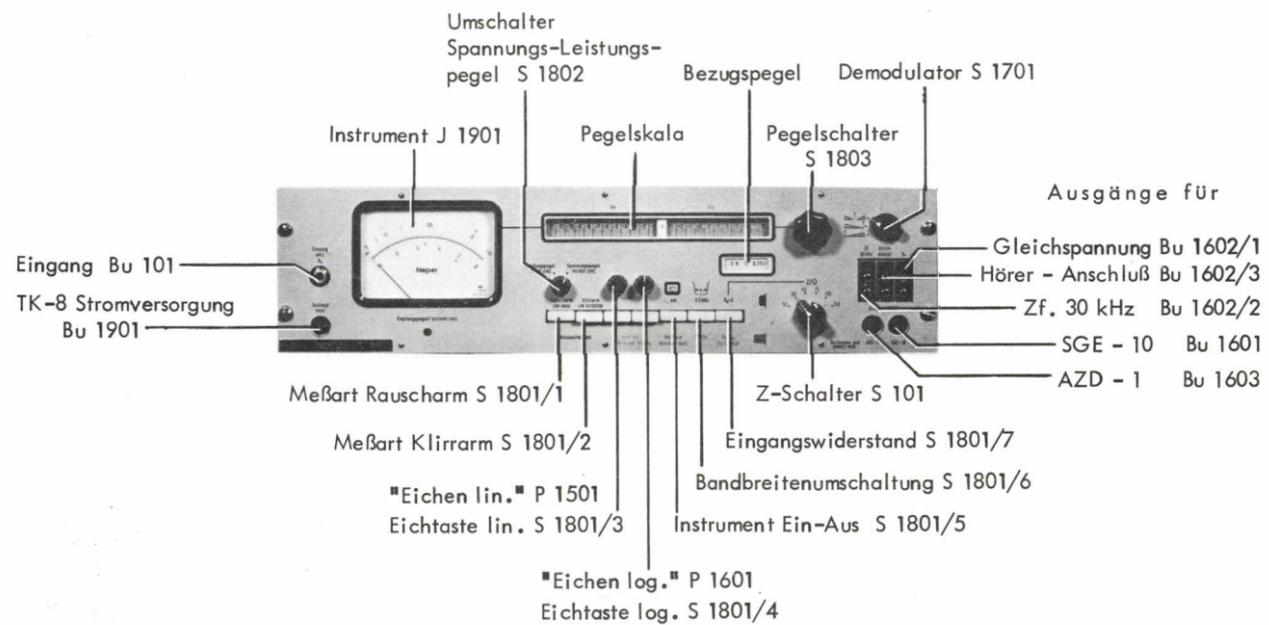

Bild 10 PM-5
5.4. Der Empfangsteil PM-5 (siehe Bild 10)